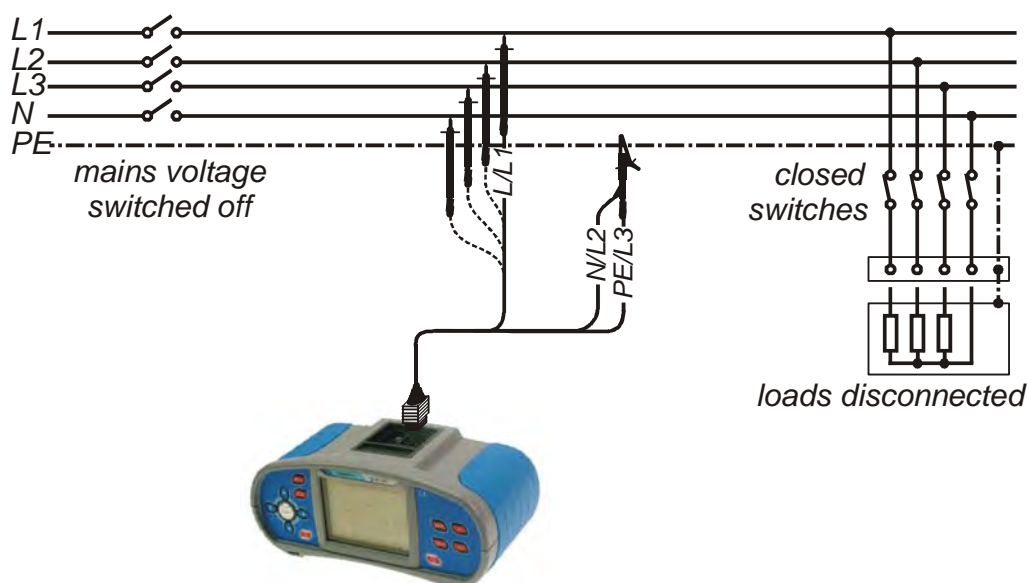

Abb. 5.2: Anschluss des Universalprüfkabels für die Messung des allgemeinen Isolationswiderstands (TEST: L-PE)
- ❑ Schließen Sie das Prüfkabel an das Instrument und an die zu prüfende Anlage an (siehe Abb. 5.2 und 5.3).